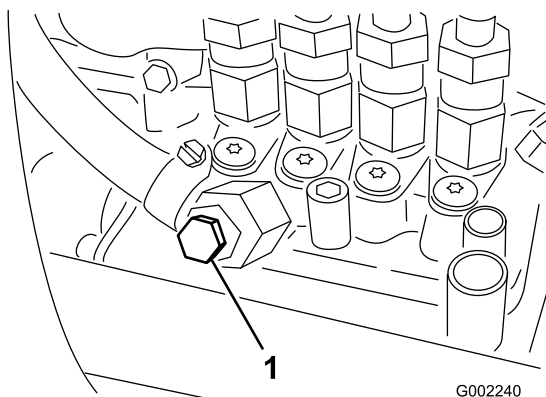

Figure 45
7. Desserrez la vis de purge sur la pompe d'injection (Figure 45).